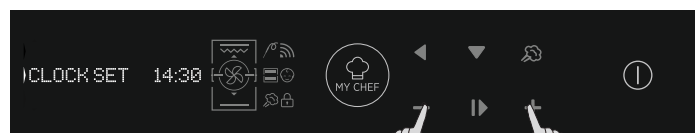

Figura 7
- Defina a hora pressionando os botões MAIS e MENOS. Pressionar OK para continuar. (Figura 7)